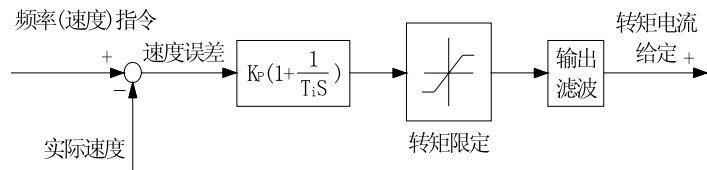

图5-13 速度调节器简化图
1、速度调节器(ASR)的构成如图5-13所示。图中KP为比例增益P，TI为积分时间I。